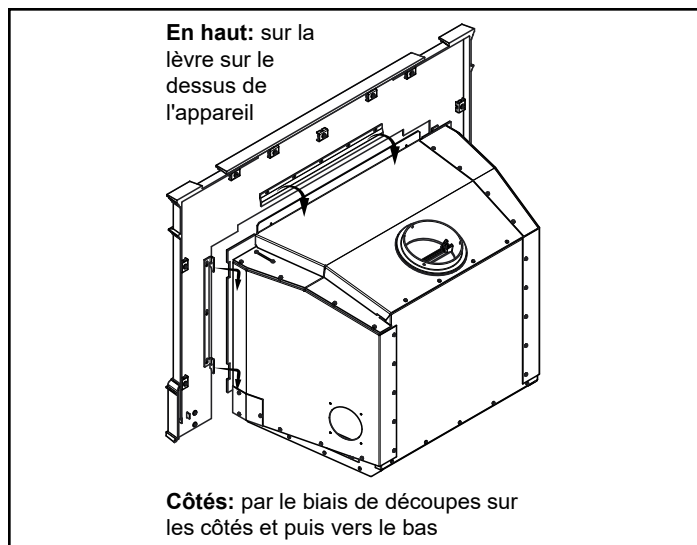

Figure 22.4
11. Alignez les 2 vis dans la partie supérieure de l'encadrement avec les 2 trous d'alignement en dessus de l'appareil. Fixez en place (**Figure 22.4**).